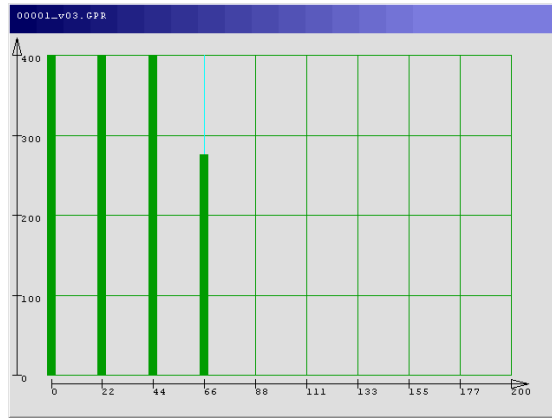

Рис. 5.26 - Окно «Поиск» режима «3D профиль» с сохраненным укороченным файлом
- переместив прибор до конца вертикальной линии коврика разметочного, при этом в окне (Рис. 5.26) вся линия закрасится в зеленый цвет. Сохранение полученного файла происходит автоматически после того, как прибор пройдет дистанцию равную длине вертикального профиля, заданную в параметрах;
- в случаях, когда перемещению прибора мешает какое-либо естественное препятствие, или нет необходимости зондирования до конца намеченной траектории, то можно нажать кнопку «Enter» и будет сохранен укороченный по длине файл (Рис. 5.26);